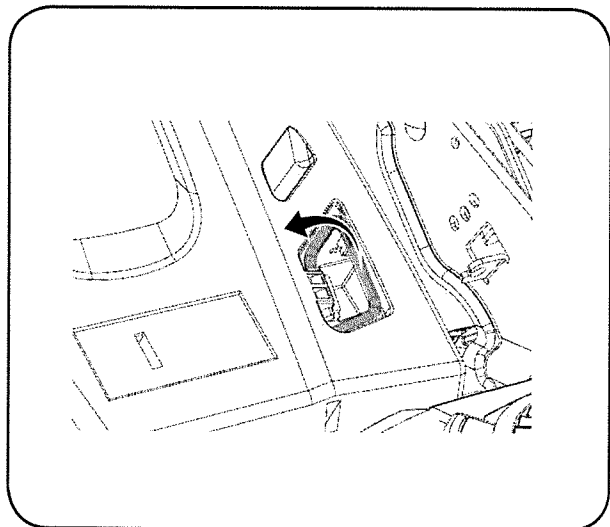

Figura 6
2. Levante el asa en la dirección indicada hasta que salga por completo. (Figura 6).